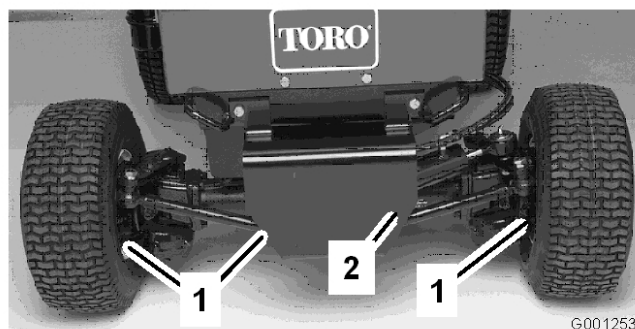

Figura 54
2. Limpe a zona em redor dos (3) tampões de escoamento, (1) em cada extremidade e (1) no centro (Figura 54).